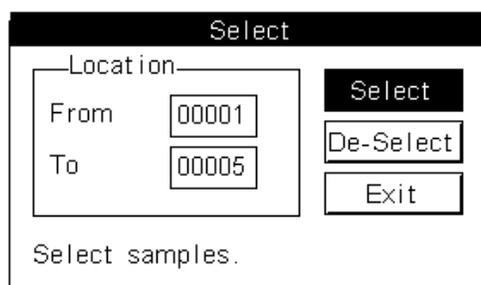

Рисунок 7-31 Выбор образцов от 1го до 5го
4. Нажмите “Select” и в левом нижнем углу отобразится “Select Samples” (выбрать образцы), как показано на рис. 7-31;